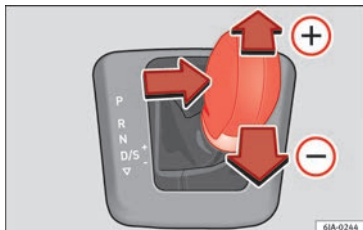

Fig. 180 Alavanca seletora: Tiptronic.
- Empurre suavemente a alavanca de seleção para a frente (+) » **Fig. 180.**
- Empurre suavemente a alavanca de seleção para trás (-) » **Fig. 180.**